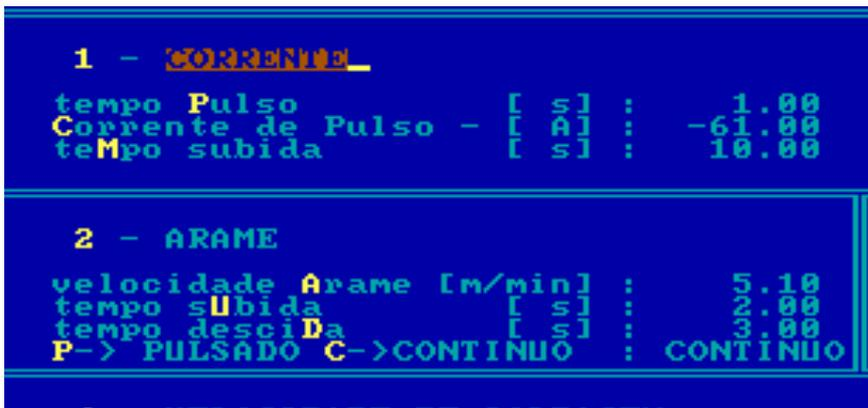

Fig. 4) Acesso a opção CORRENTE.
- para selecionar uma das opções deve-se pressionar a tecla correspondente a opção desejada. Com isso a cor de fundo da opção selecionada mudará confirmando sua seleção. Por exemplo, pressionando-se a tecla **1**, seleciona-se os parâmetros do pulso térmico, conforme é apresentado na fig. 4.